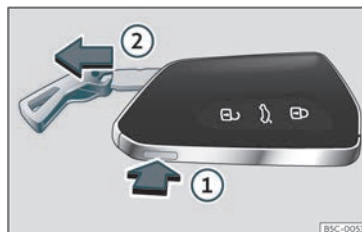

Fig. 67 Chave do vehículo: extraer o espadín.
- Se preme unha vez o botón» **fig. 67 ①** desbloquease o espadín e aparece unha argola a modo de chaveiro.
- Manteña premido o botón **①** e ao mesmo tempo tire da argola na dirección da frecha » **fig. 67 ②** para extraer completamente o espadín.